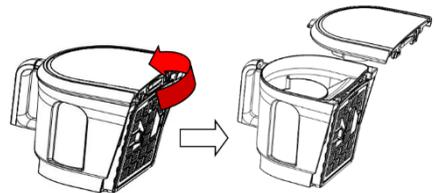
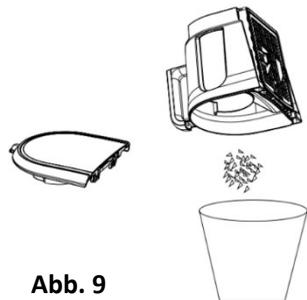

Abb. 8
Abb. 9
3. Setzen Sie den Staubbehälter wie in **Abb.8** auf den Abfalleimer: Drücken Sie den Entriegelungsknopf, um die Staubkammer zu öffnen und den Staub in den Mülleimer zu werfen (**Abb. 9**).